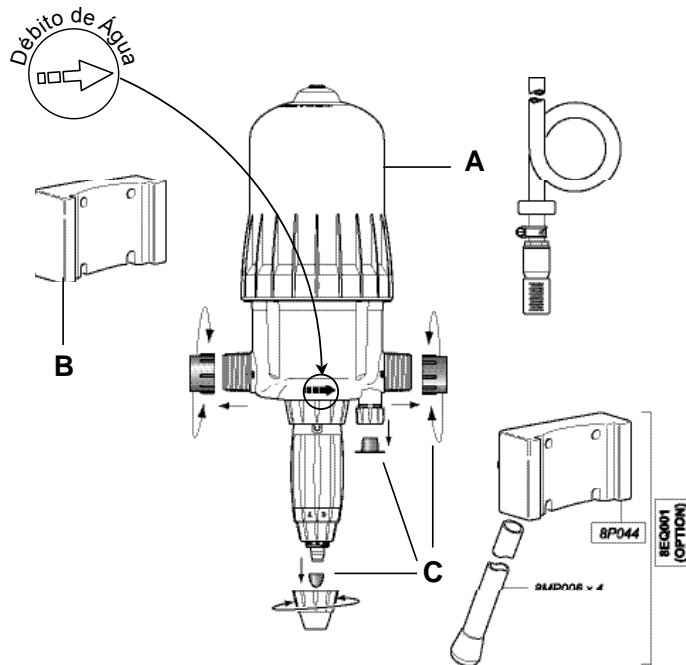

Fig. 1
- Inserir os encaixes em cauda de andorinha do Dosatron (Fig. 1-A) no suporte mural (Fig. 1-B).
- Retire as tampas de protecção (Fig. 1-C) que fecham os orifícios do seu DOSATRON antes de o ligar à rede de água.